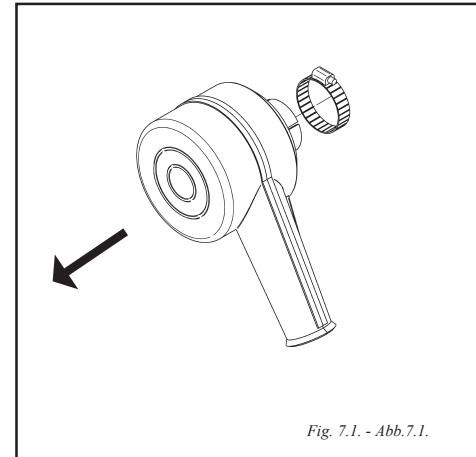

Fig. 7.1. - Abb.7.1.
- d) Cambio del filtro de aire (Fig 7.1).
- c) Change air filter element (Fig 7.1)
- d) Change air filter element (Fig 7.1)
- c) Le filtre complet, doit être changé (Fig. 7.1)
- d) Le filtre complet, doit être changé (Fig. 7.1)
- c) Sostituzione del filtro dell'aria (Fig.7.1)
- d) Sostituzione del filtro dell'aria (Fig.7.1)
- d) Wechseln Sie die Luftfilter. (Abb. 7.1)